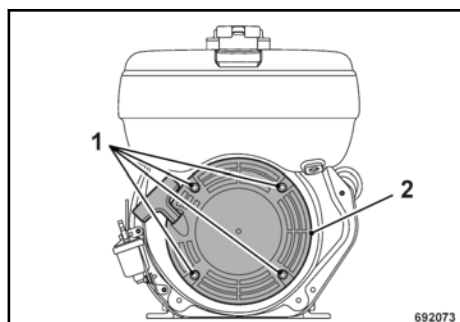

Fig. 65
Desenroscar los tornillos de fijación (1) ➤ Fig. 65 y retirar el arrancador reversible (2) de la carcasa del motor.